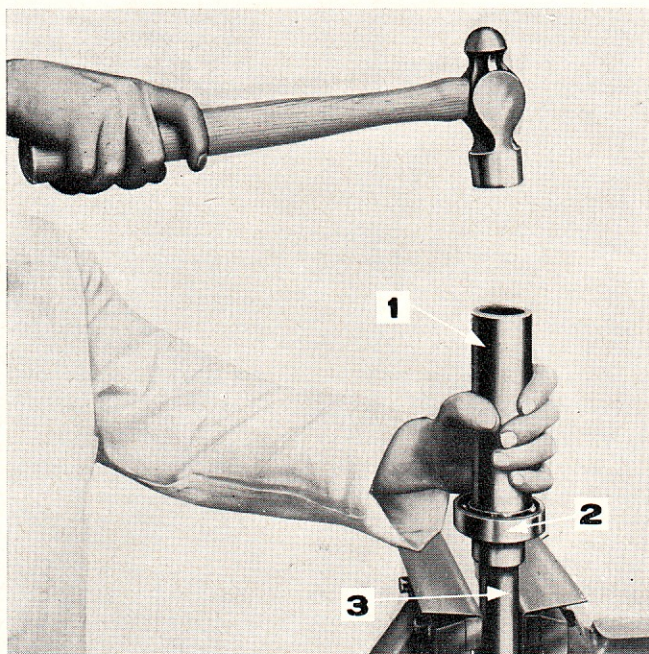

Figure 19: Pose du roulement arrière d'arbre de renvoi de prise de force
3. Chasser un roulement arrière neuf sur l'arbre de renvoi de prise de force à l'aide d'un manchon de longueur adéquate, de 36,5 mm ϕ Int. et de 44,4 mm ϕ Ext. et d'un marteau (fig. 19).